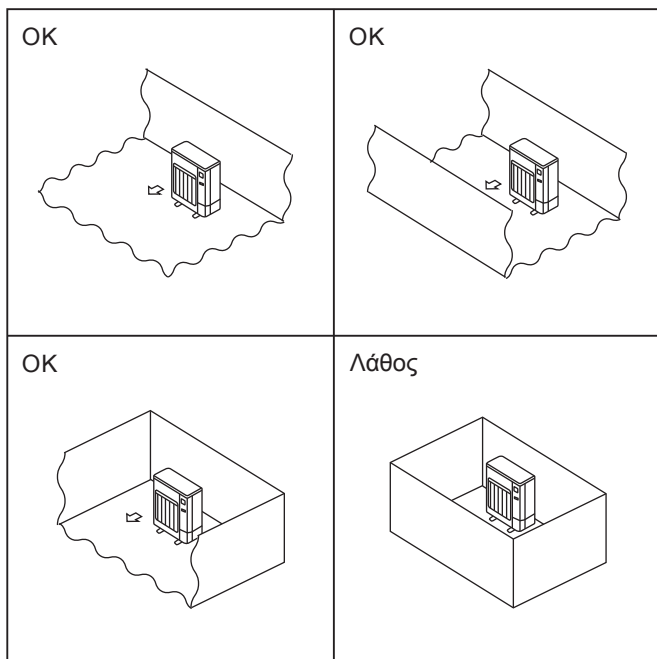

Fig. 2-2
- Εγκαθιστάτε τις εξωτερικές μονάδες σε χώρους όπου τουλάχιστον μια από τις τέσσερις πλευρές είναι ανοικτή και σε επαρκώς μεγάλους χώρους χωρίς συμπίεσις. (Fig. 2-2)